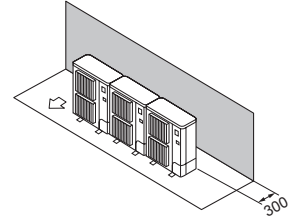

Fig. 2-13
- ① Yalnızca arkadaki engeller (Fig. 2-13)